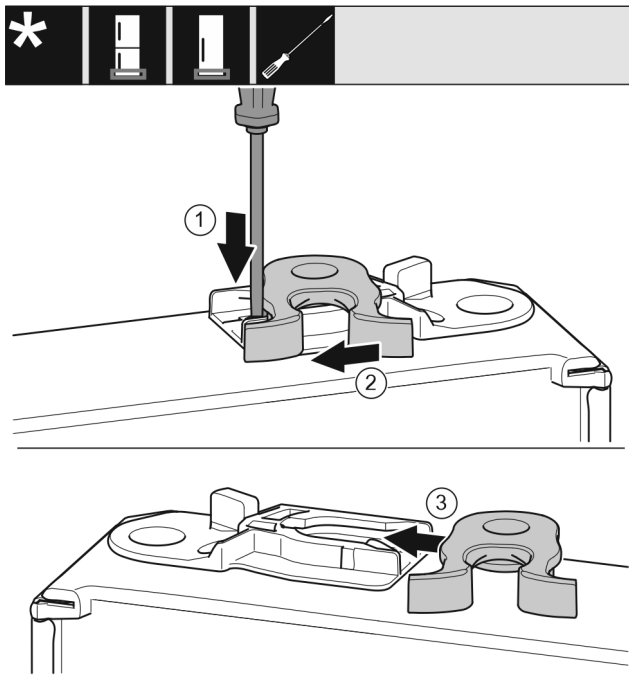

Fig. 16
- За допомогою шлицевої викрутки притисніть униз накладку. Fig. 16 (1)
- Витягніть із напрямної запірний гачок. Fig. 16 (2)
- Вставте запірний гачок у напрямну з іншого боку. Fig. 16 (3)